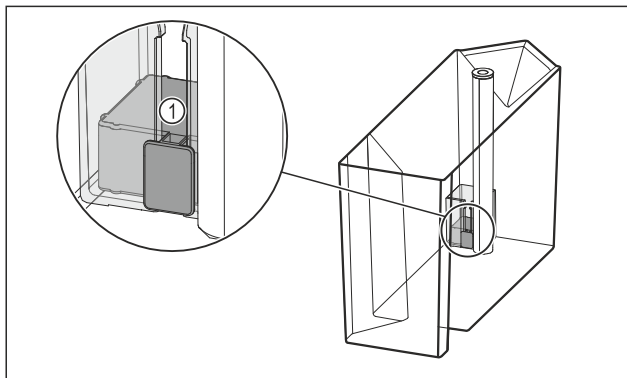

Fig. 96
- Prüfen, ob der Schwimmer Fig. 96 (1) verklemmt ist. Wenn Schwimmer verklemmt ist: